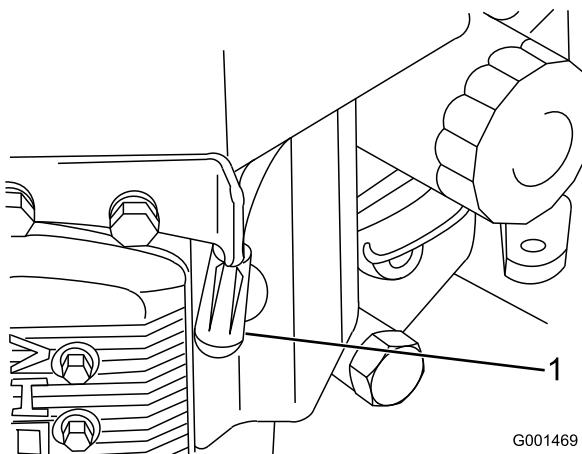

Figura 37
3. Desconecte el cable de la bujía (Figura 37).